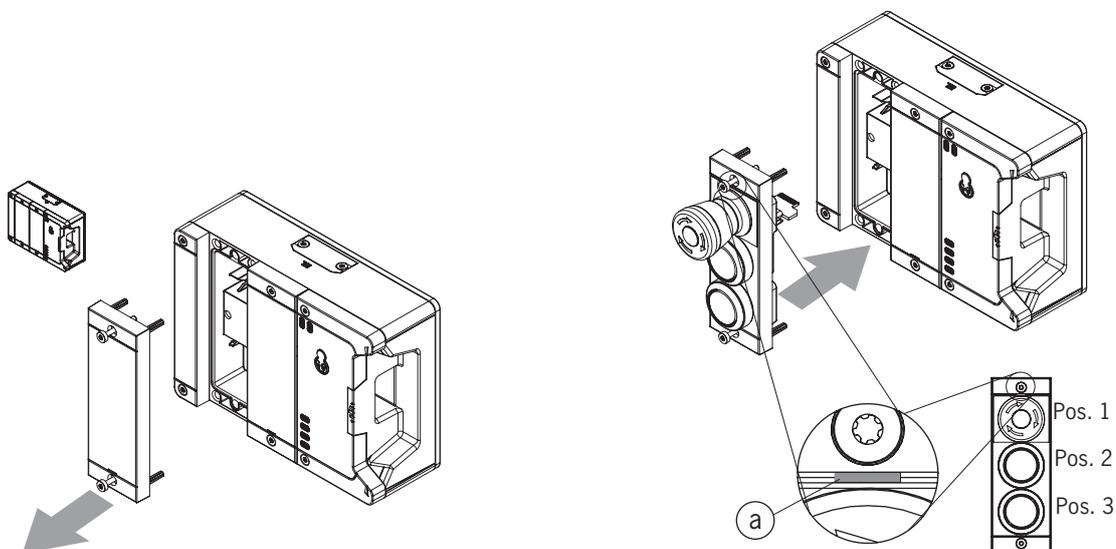

Bild 9: Submodul montieren
- › Ausrichtung des Submoduls beachten. Siehe Markierung (a) in *Bild 9: Submodul montieren*. Submodule können auch um 180° gedreht eingebaut werden. Die Markierung (a) gibt immer die erste Bestückungsposition an. Im Beispiel unten also die Position des Not-Halts S1.